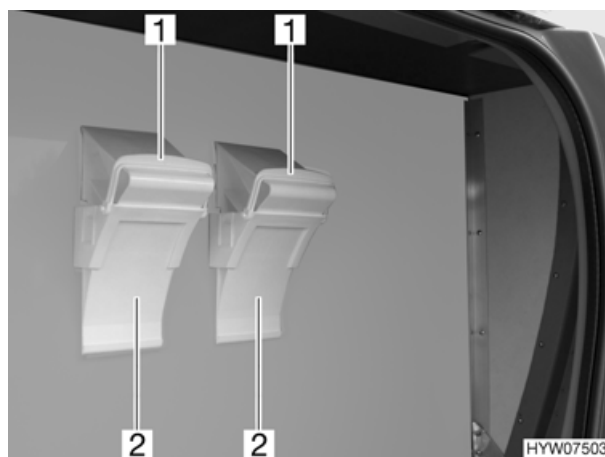

Fig. 10 Cunei d'arresto
- Premere la staffa di supporto (Fig. 10,1) verso il basso.
- Estrarre il cuneo d'arresto (Fig. 10,2) dal supporto.